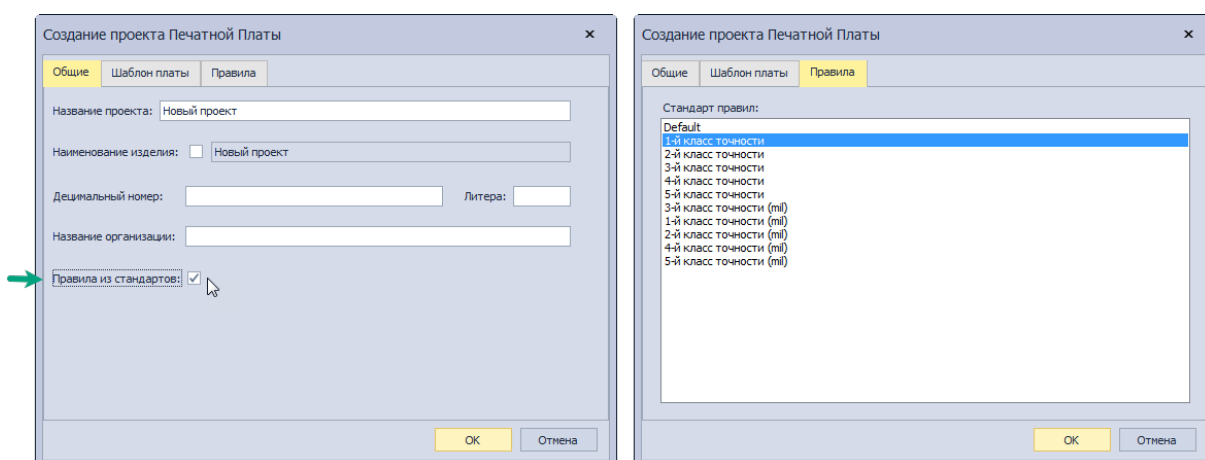

Рис. 24 Выбор технологических правил из стандартов
6. При необходимости технологические правила могут быть взяты не из шаблона платы, а из стандартов системы. Для этого во вкладке «Общие» необходимо поставить флаг в поле «Правила из стандартов», Рис. 24. После чего будет добавлена еще одна вкладка «Правила», в которой будет доступен выбор шаблона технологических ограничений.